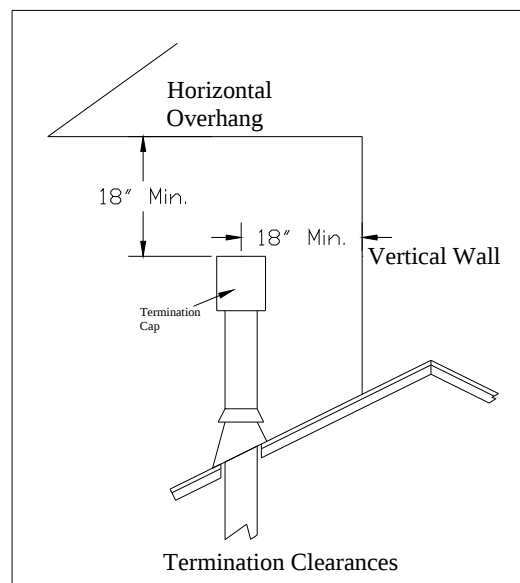

Figure 12
Le Tucson ne peut être ventilé avec un autre appareil à combustion solide ou au gaz. Il doit être ventilé directement vers l'extérieur du bâtiment en utilisant la terminaison listé dans ce manuel. Les systèmes de ventilation approuvés pour le Tucson sont : Simpson Dura-Vent's GS, AmeriVent Direct, EXCELDirect et Secure Vent Direct-Vent Pipe. Les différentes configurations sont montrées dans les figures 12 à 18. Après avoir choisi la configuration pour votre poêle, sélectionner le système qui conviendra à votre installation.
- Le chapeau de terminaison ne peut être à moins de 18"/457 mm horizontalement de tout point du toit. Voir figure 12